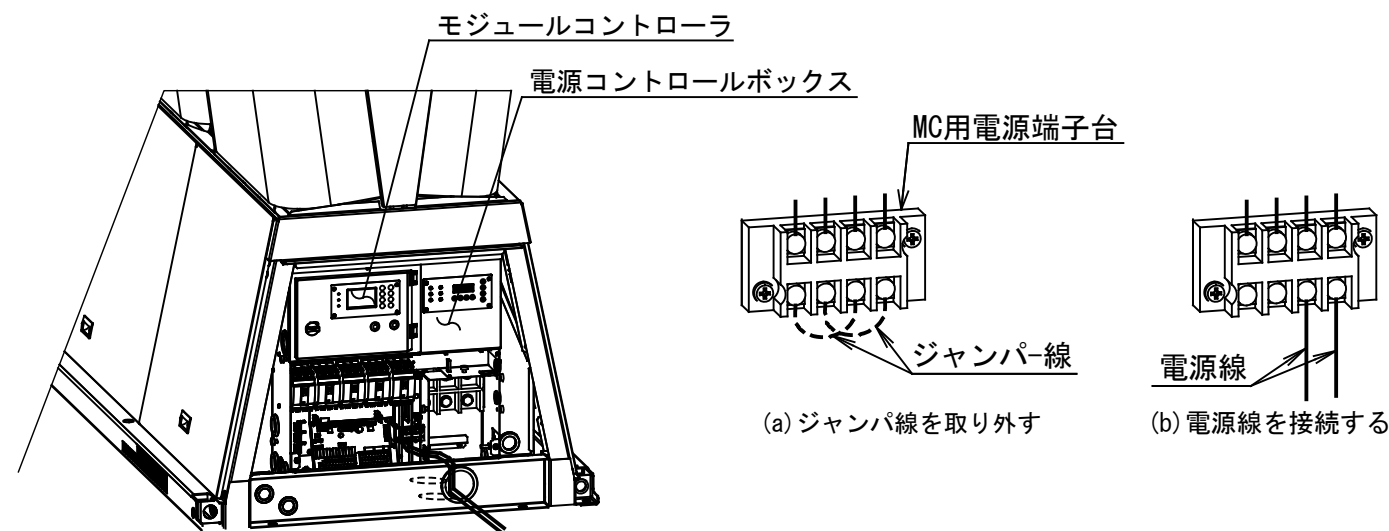

図3 電源配線接続例
2. MC用電源端子に取り付けられたジャンパ線を外してください。(図3(a))
4. 端子部に負荷がかからないように電源配線を固定してください。(図3(b))